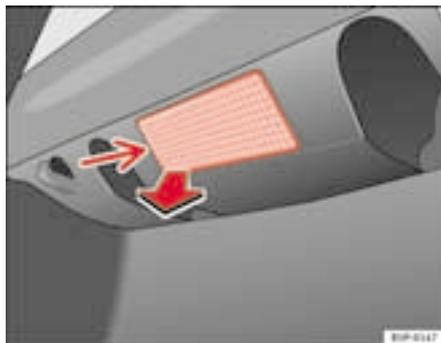

Fig. 171 Luz do porta-bagagens
- Extrair a tulipa pressionando o rebordo da parte interior da mesma -seta- com ajuda da parte plana da chave de parafusos ⇒ fig. 171.